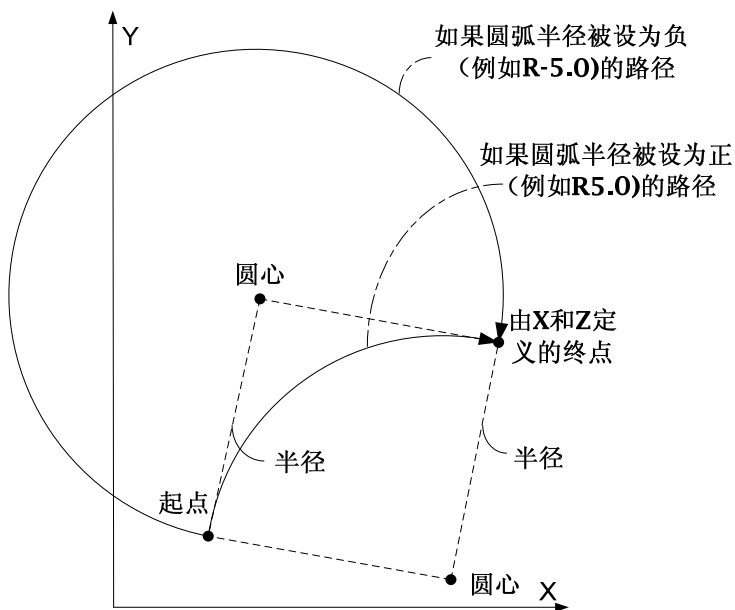

图 2-8 带正/负号圆弧半径的圆弧插补
- 圆弧半径值 R 可以被定义为正数或者负数。正的圆弧半径 R 将产生一小于等于 180 度的圆弧，而负的圆弧半径 R 将产生一大于等于 180 度的圆弧，如图 2.8 所示：